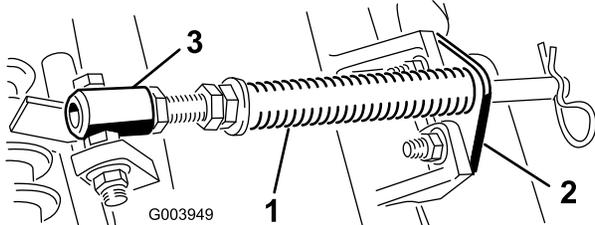

Figura 5
- A. Retire los 2 pernos de cuello cuadrado y las tuercas que sujetan el soporte de la varilla a las pestañas de la unidad de corte (Figura 5).
- B. Retire la tuerca con arandela prensada que fija el tornillo de caperuza del tubo del muelle a la pestaña del bastidor de tiro (Figura 5). Retire el conjunto.